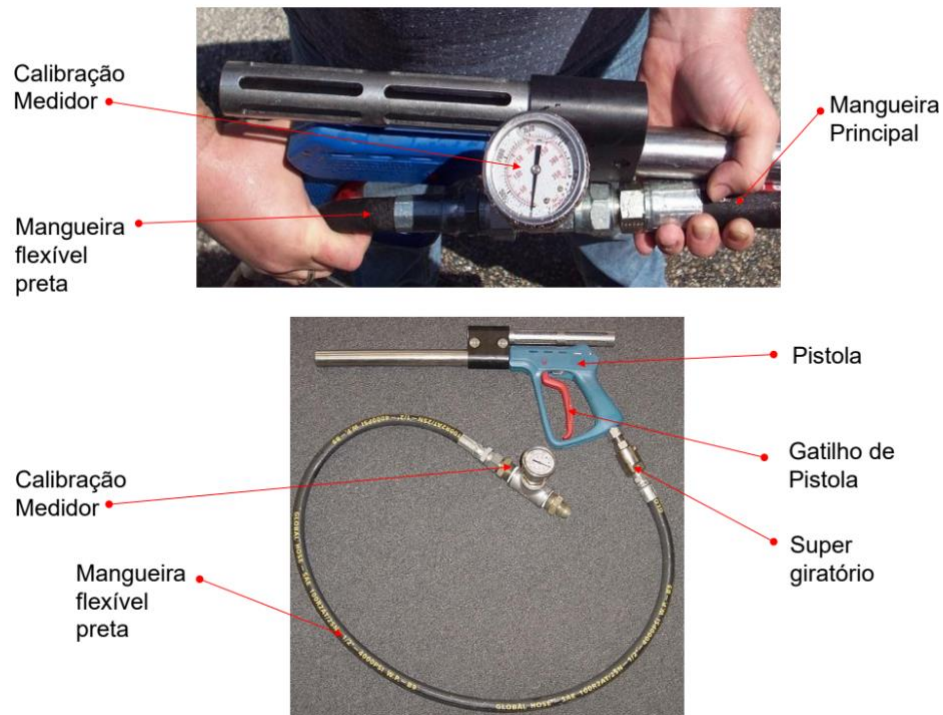

Figura 5.2 - Calibração de pressão da pistola
A pressão no bico da pistola deve ser mantida dentro de certos limites para obter cavitação e para melhores resultados de desempenho. Se estiver usando um manômetro de calibração situado entre a mangueira de pressão e a pistola, (Ver Figura 5.2) a pressão da água deve ser 2.200 psi (151 bar) com a pistola submersa e o gatilho da pistola na posição aberta ou “ON”. Para obter os melhores resultados, repita este procedimento de calibração se o desempenho da limpeza diminuir ou a cada 3 meses, no máximo.
- Segure o Aperte a pistola e observe o medidor de calibração (Ver Figura 5.2).